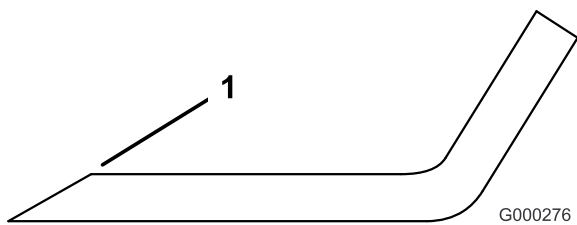

Figura 52
1. Utilice una lima para afilar el filo de corte en ambos extremos de la cuchilla (Figura 52). Mantenga el ángulo original. La cuchilla permanece equilibrada si se retira la misma cantidad de material de ambos bordes de corte.